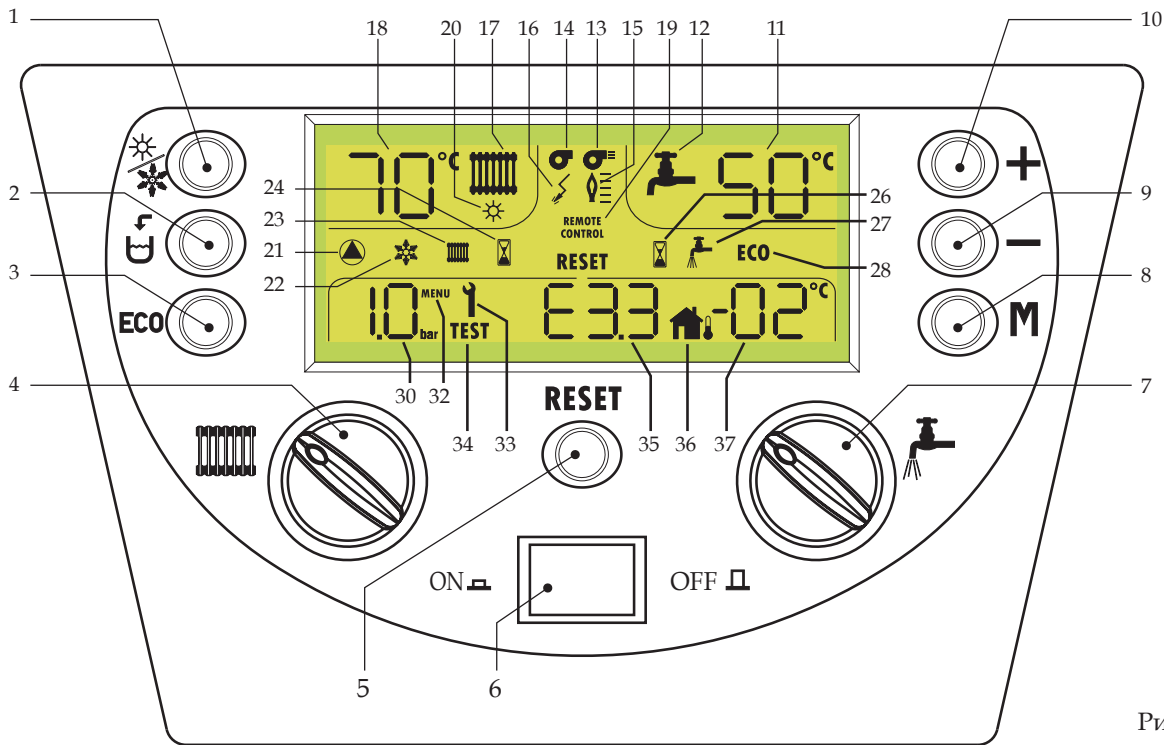

Рис. 1
Для включения/отключения режима Комфорт достаточно нажать клавишу 3 (ECO) - 3 рис. 1). Когда включен режим Комфорт, надпись ECO исчезает с дисплея.
Для восстановления рабочего режима - нажать клавишу 5 (Сброс (Reset) - рис. 1).
- Нажать клавишу ВКЛ/ВЫКЛ (ON/OFF) (см. рис. 1)
Нажать клавишу ВКЛ/ВЫКЛ (ON/OFF) (см. рис. 1)
Для выбора одного из двух режимов достаточно нажать клавишу 1  (рис. 1).
Котел позволяет обеспечивать автоматическую или полуавтоматическую подпитку водой системы отопления. Агрегат поставляется от изготовителя с установленным полуавтоматическим режимом подпитки, который может быть заменен на автоматический при установке. Для изменения режима подпитки достаточно нажать клавишу "подпитка водой" 2 (☺ - рис. 1) и удерживать ее в течение 5 секунд до появления на дисплее надписи **AF** (автоматический режим).
Для переключения на полуавтоматический режим подпитки нажать еще раз клавишу (☺ - рис. 1) и удерживать ее примерно 5 сек. до появления на дисплее надписи **bF** (полуавтоматический режим).
В полуавтоматическом режиме при падении давления воды в системе ниже расчетных показателей на дисплее выводится код неполадки "F37" и начинает мигать надпись "bar". В этом случае пользователю необходимо нажать и отпустить клавишу (☺ - рис. 1). Котел обеспечит подпитку водой систему до достижения показателя давления 1,0 Бар.